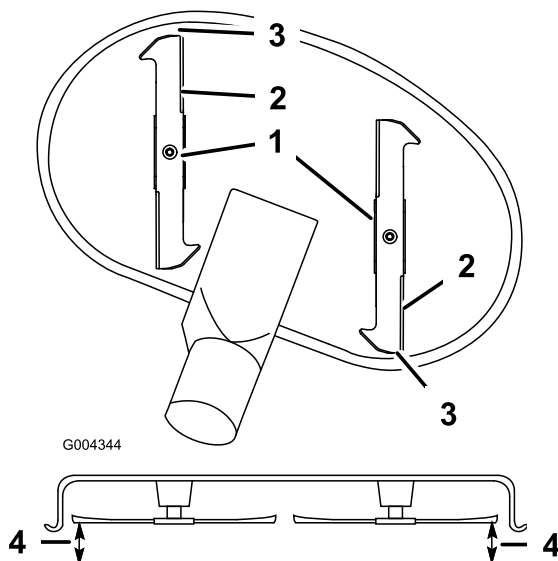

Bild 54
9. Stellen Sie die Schnitthöhe auf die Stellung **D** (76 mm) und drehen Sie die Messer vorsichtig, sodass sie nach vorne und hinten zeigen (Bild 54).
10. Messen Sie zwischen der Messerspitze vorne und hinten und der ebenen Fläche (Bild 54). Stellen Sie, wenn die vordere Schnittemesserspitze nicht um 1,6-7,9 mm tiefer liegt als die hintere, die vorderen Sicherungsmuttern ein.